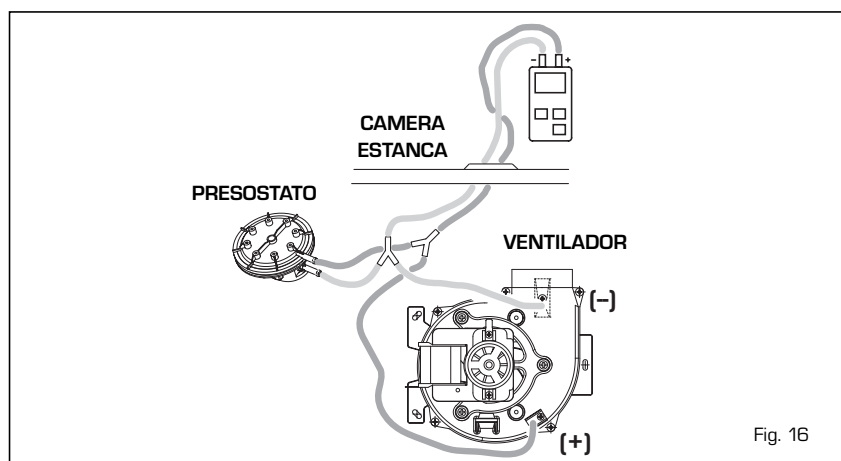

Fig. 16
3.5 PRESOSTATO DE HUMOS "25 BF" (fig. 16)
El valor de señal al presóstato se mide con un manómetro diferencial conectado como se indica en la fig. 16.